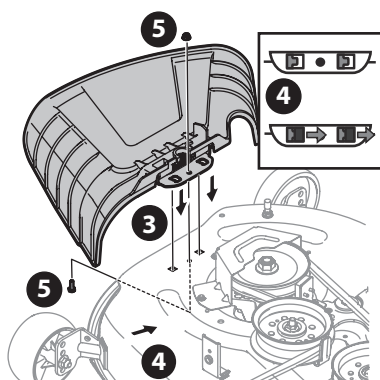

Figure 10
3. Lorsque vous placez le déflecteur d'éjection sur le plateau de coupe, insérez les pattes du déflecteur d'éjection dans les trous du plateau de coupe (Figure 10).
4. Glissez le déflecteur d'éjection vers l'arrière de l'appareil jusqu'à ce que le trou du boulon sur le déflecteur d'éjection s'aligne avec le trou du plateau de coupe (Figure 10).
5. Fixez le déflecteur d'éjection avec l'écrou autobloquant à bride et le boulon hexagonal retirés à l'étape 2. Serrez-le à un couple de 12-14 N m (102-124 po-lb). Passez au sous-chapitre Réglage des roues du plateau de coupe (sur certains modèles) (Figure 10).